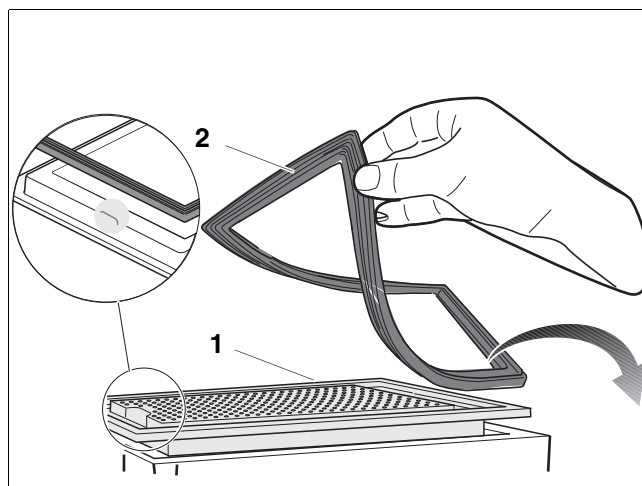

Fig. 69 Brander en branderpakking verwijderen
- Verwijder de branderpakking (fig. 69, pos. 2) en vervang deze indien noodzakelijk.
- Verwijder de brander (fig. 69, pos. 1).
- Let er tijdens het terugplaatsen van de brander op dat de inkeping zich aan de linkerkant bevindt (fig. 69, loep).